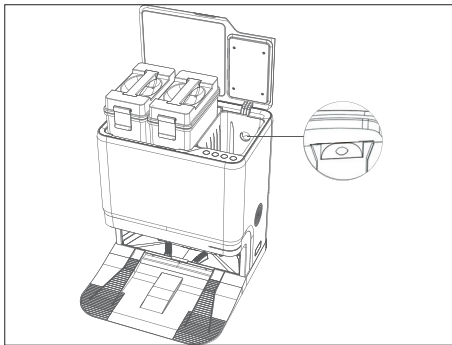

Fig. 16 – Sostituzione del sacchetto per la polvere
- ▶ Inserire un nuovo sacchetto per la polvere nel supporto dello scomparto (v. Fig. 16).